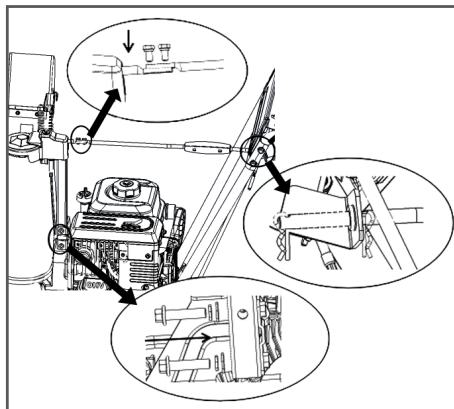

Рис. 5 Фиксация желоба на корпусе
- Стойку механизма поворота желоба установите в кронштейн (Рис. 5) и закрепите ее двумя болтами М8 × 40 с пружинными и обычными шайбами.